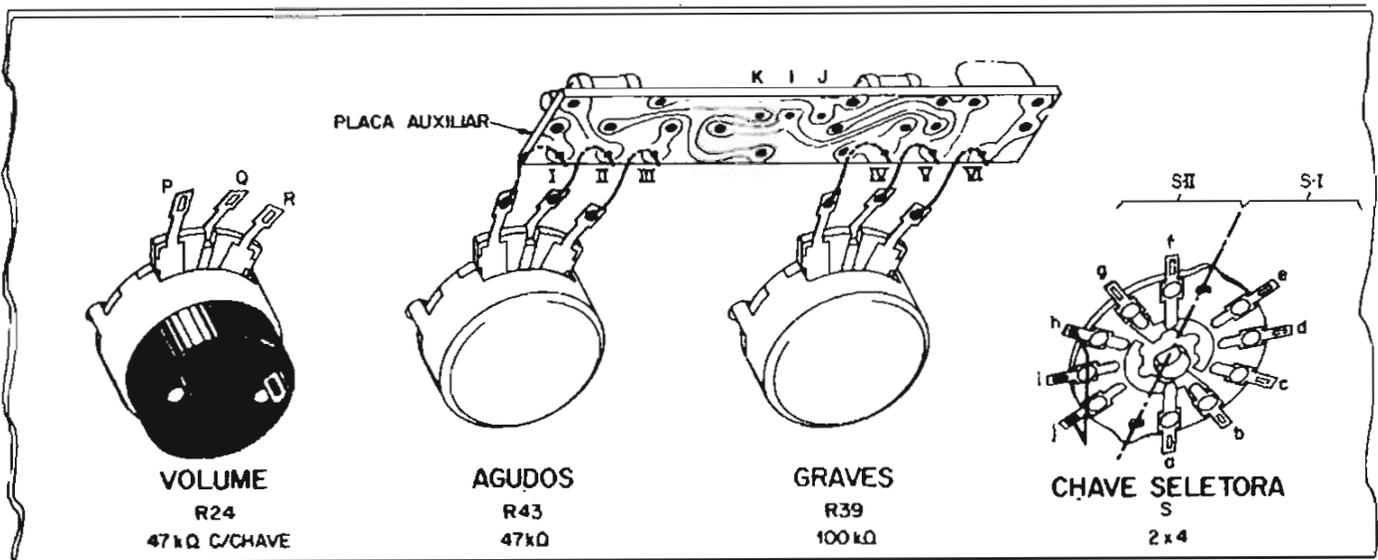

Figura 17.- Disposição dos controles no painel frontal.
28 - Fixe na chapa os controles de volume (R_{24}), agudos (R_{43}) e graves (R_{39}), bem como a chave seletora (S). Oriente-se pela figura 17.
30 - Corte 6 pedaços de fio nu com 2cm cada um. Solde-os nos terminais dos potenciômetros de graves e agudos, conforme ilustra a figura 17.
A figura 17 mostra o aspecto da montagem após essa operação.